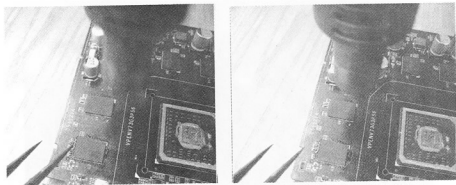

图 4-19 加热显存
(1) 将热风枪风嘴取下，风速调至 4，温度调至 380℃，旋转加热显存，如图 4-19 所示。